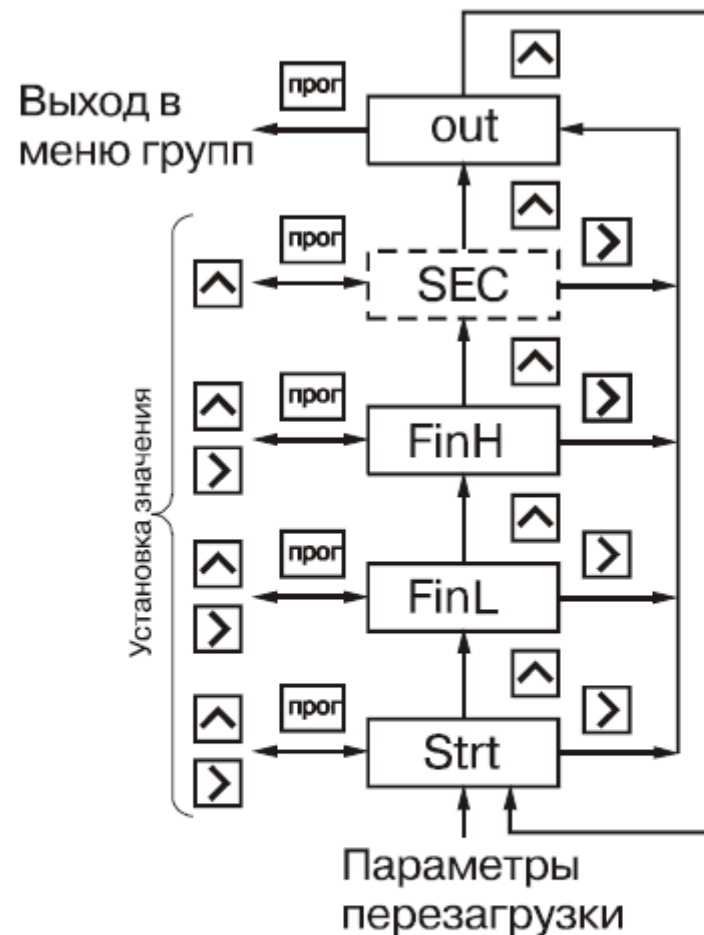

Рис. 24
6.1.7. Группа "GrouP_b" (рис. 24) содержит параметры **FinL**, **FinH**, задающие границы счета и значение **Strt** загружаемое в счетчик импульсов при достижении этих границ. Положение десятичной точки в этих параметрах определяется её положением в параметре **F**. Установите нужное значение параметров **FinL**, **FinH** и **Strt**.